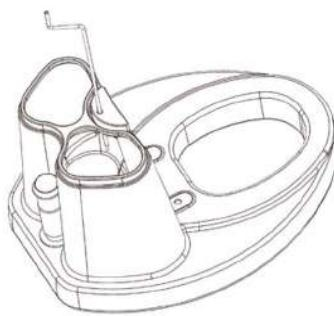

рис. 3
7. Установите гайку на место (рис. 3).